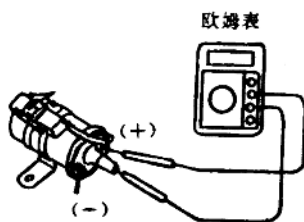

图 1-3 检查次级线圈电阻值
2. 检查次级线圈电阻 用欧姆表,测量点火线圈正极和高压端之间的电阻,如图 1-3 所示,其电阻值为:2.4~3.5 千欧姆(无触点);7.0~12.0 千欧姆(有触点);小于上述电阻值为短路,表针指向最大值不动为断路。